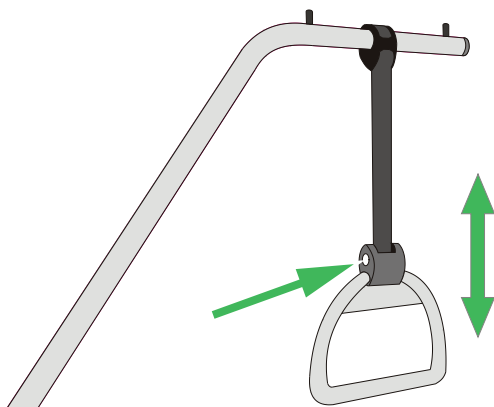

Abbildung 3
5. Zum Einstellen der Höhe des Griffs über dem Bett: Drücken Sie den Entriegelungsknopf und stellen Sie das Befestigungsband auf die gewünschte Länge ein. Siehe Abbildung 3.